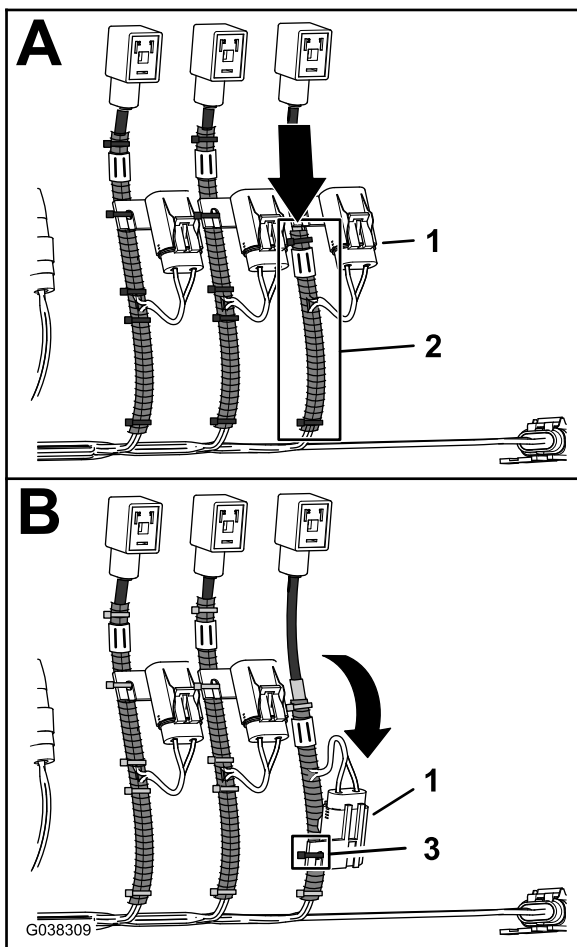

图31
3. 如图31 中所示将螺旋管道朝向线束的主支管。
4. 如图31 所示将直列保险丝盒与螺旋管道对齐然后用扎带将保险丝盒固定到螺旋管道上。